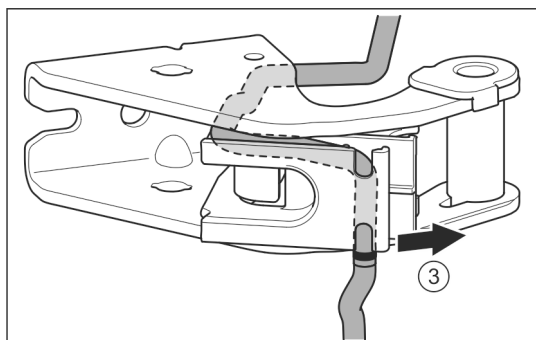

Fig. 30
- ▶ Kabel potegnite iz vodila. Fig. 30 (3)